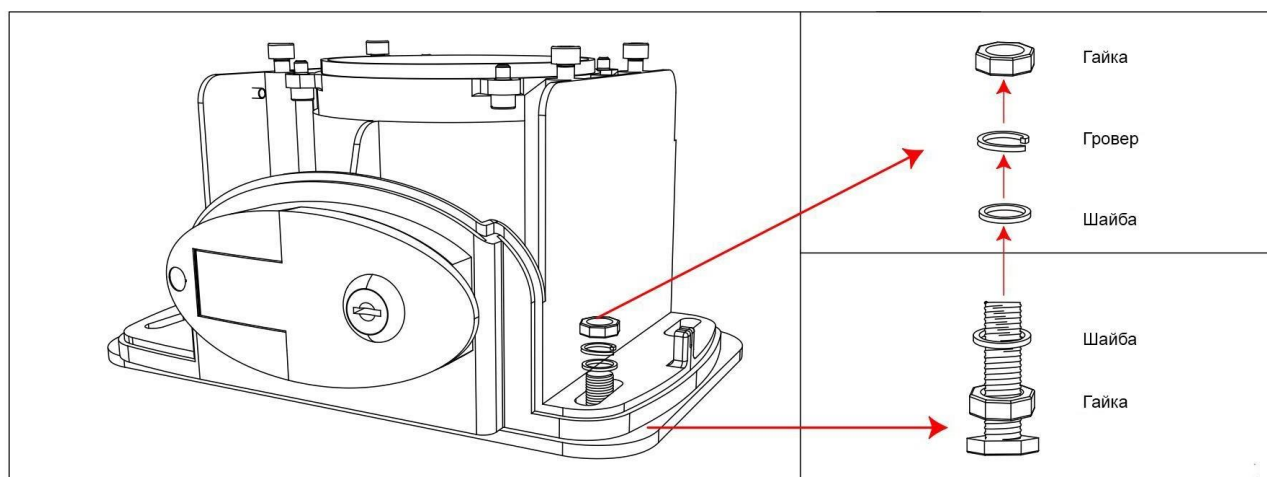

Рис. 11. Монтаж привода с монтажной пластиной
- 4) Прикрутите двигатель к монтажной плите с помощью болтов M8 x 40 мм с гровером и плоскими шайбами из комплекта поставки и затяните требуемым образом (как показано на рис. 11).